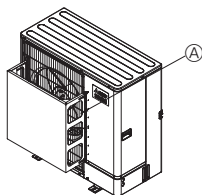

Fig. 2-3
- ② Installare una guida per la bocca di uscita dell'aria opzionale nel caso l'unità venga installata in un luogo dove vento forte causato da tifoni o da fenomeni simili possono penetrare direttamente nella bocca di uscita dell'aria. (Fig. 2-3)